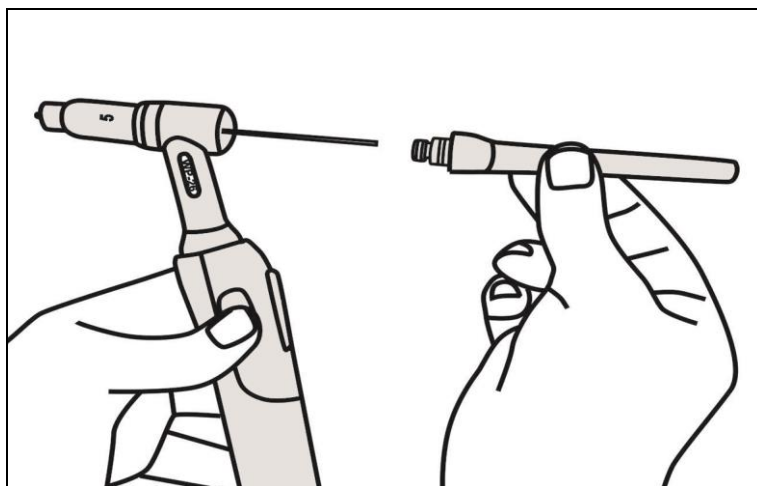

Рис. 12. Сборка горелки
3. Держа сварочную маску перед лицом, «чиркните» (рис.12 «Чирканье») электродом по поверхности свариваемой детали (как при зажигании спичкой). Данный метод наиболее продуктивный для зажигания сварочной дуги.
4. После зажигания дуги старайтесь сохранять расстояние между рабочей поверхностью (Вашей деталью) и электродом приблизительно равное диаметру самого электрода, примерно, 3 – 5 мм. Необходимо соблюдать это расстояние постоянно во время сварки. Угол наклона электрода от вертикальной оси должен быть от  $20^\circ$  до  $30^\circ$  (рис.12 «Положение электрода»).